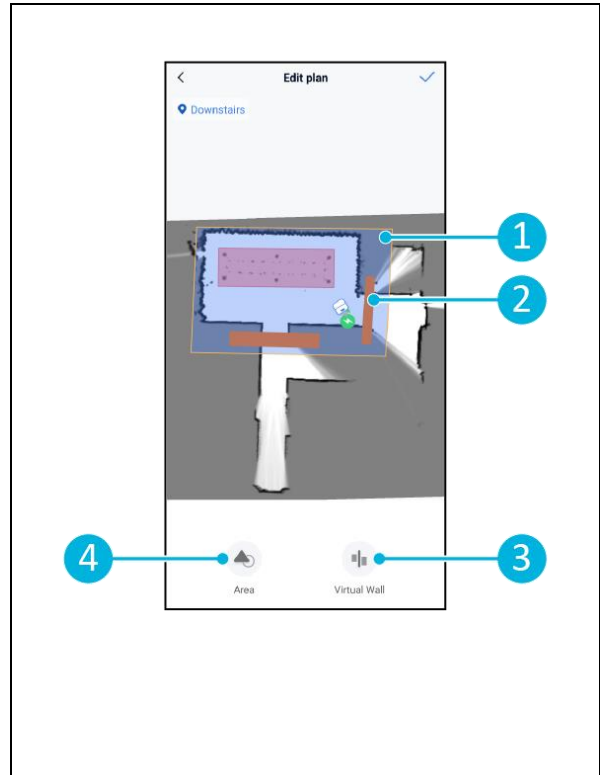

Figura 24
5. Criar a área (Figura 24, pos.1) e (Figura 24, pos. 4) que o co-botic™ 45 irá limpar.
6. Criar, se necessário, uma parede virtual (Figura 24, pos.2) e (Figura 24, pos. 3).
6. Criar, se necessário, uma parede virtual (Figura 24, pos.2) e (Figura 24, pos. 3)